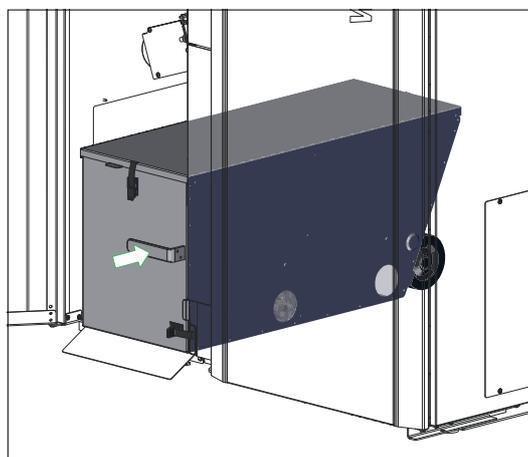

Fig. 124 Spingere il contenitore leggermente verso destra e introdurre del tutto la maniglia
- Spingere il contenitore cenere leggermente verso destra e introdurre del tutto la maniglia – Fig. 124.